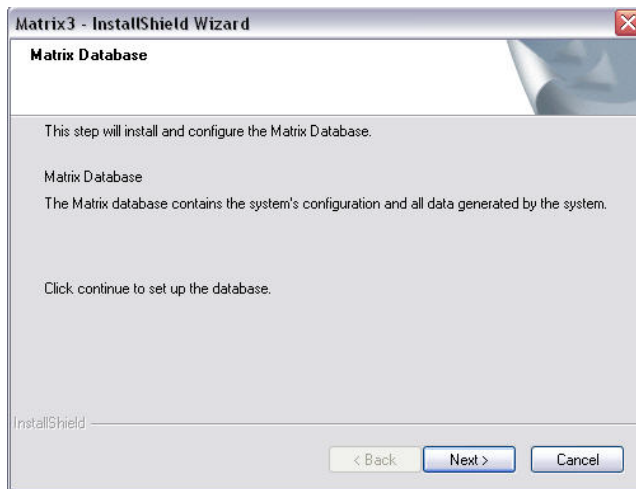

FIG. 8
10. Lorsque l'écran de configuration de la base de données Matrix (FIG. 8) s'affiche, cliquez sur NEXT pour commencer l'installation de la base de données.